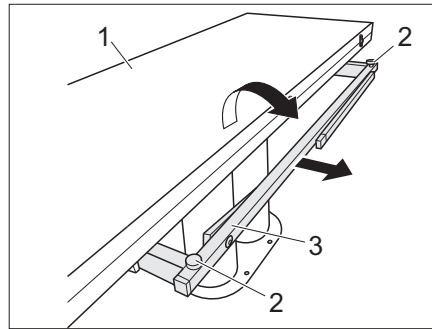

Bild 106 Förstora bord
- Dra ut (Bild 106,3) bordsstödet.
- Fäll ut bordshalvan (Bild 106,1).
- Ställ in önskad höjd på bordsskivan med de två justerskruvarna (Bild 106,2).